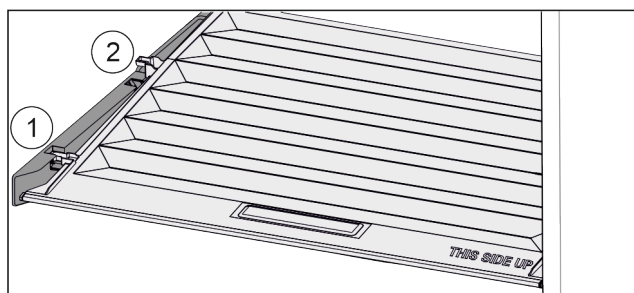

Fig. 109
- ▶ Pokrywę pociągnąć do przodu Fig. 109 (1), aż otworzy się w elementach trzymających.
- ▶ Podnieść tył od dołu i wyjąć Fig. 109 (2) go do góry.